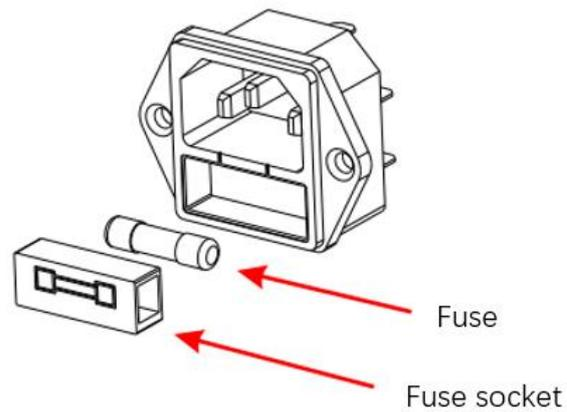

Abbildung 1-2 Explosionsansicht des Netzanschlusses
- (1) Schalten Sie das Gerät aus und ziehen Sie das Netzkabel ab.
- (2) Führen Sie einen flachen Schraubendreher in die Nut des Stromanschlusses ein und hebeln Sie den Sicherungssockel vorsichtig heraus.
- (3) Entfernen Sie die Sicherung und ersetzen Sie sie durch eine vorgeschriebene. Siehe Abbildung 1-2.
- (4) Setzen Sie den Sicherungssockel wieder in den Anschluss ein und achten Sie auf die korrekte Ausrichtung.